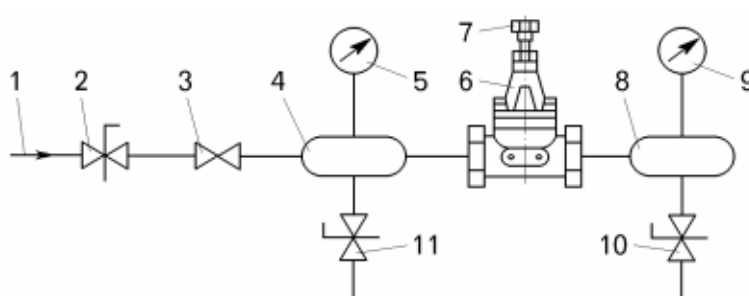

Рисунок 11.2 – Схема испытания одинарного защитного клапана:
- подключить клапан по схеме (рисунок 11.2). Краны 2, 10, 11 должны быть закрыты;